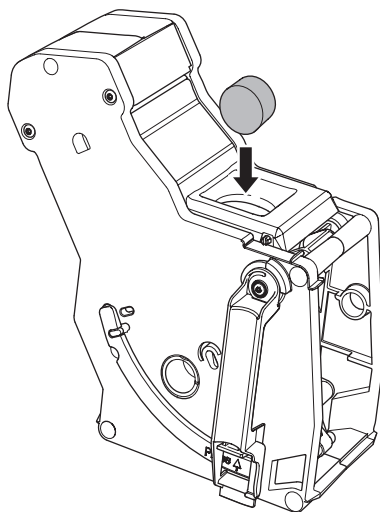

Fig. 18 : Poser la pastille de nettoyage dans la chambre d'extraction.
4. Placer le bac de récupération de marc sous le bec verseur. 5. Retirer la chambre d'extraction et la nettoyer comme décrit au chapitre 8.2 Nettoyage de la chambre d'extraction à la page 140. Ne pas éteindre l'appareil. 6. Poser une pastille de nettoyage dans la chambre d'extraction (voir Fig. 18). Mettre la chambre d'extraction en place dans l'appareil comme décrit au chapitre 8.2 Nettoyage de la chambre d'extraction à la page 140.